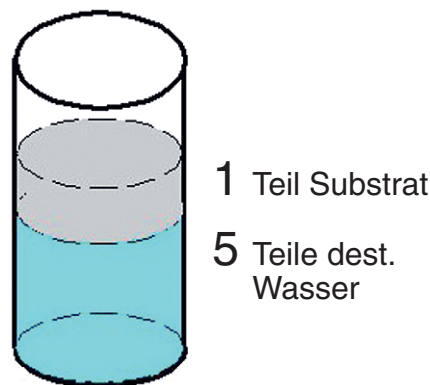

Abb. 3: 5 + 1-Substrat-EC-Schnelltest
- Bestimmung des Nährstoffniveaus im Substrat (5+1-Substrat-EC-Test; siehe Abb. 3)
In der Praxis hat sich seit einigen Jahren der Substrat-EC-Schnelltest (Abb. 3) bewährt, der jederzeit eine direkte Aussage über den Gesamtsalzgehalt im Kultursubstrat zulässt. Bei Abweichungen von den Zielvorstellungen kann die Düngergabemenge geändert werden. Um vergleichbare Ergebnisse zu erhalten, sind definierte Bedingungen nötig. Deshalb erfolgt die Messung immer im gleichen Auflösungsverhältnis. Zu fünf Teilen destilliertes Wasser wird ein Teil Substratprobe gegeben, gut gemischt und darin mit einem Hand-EC-Messgerät gemessen. Die Ergebnisse sind nun vergleichbar, da: